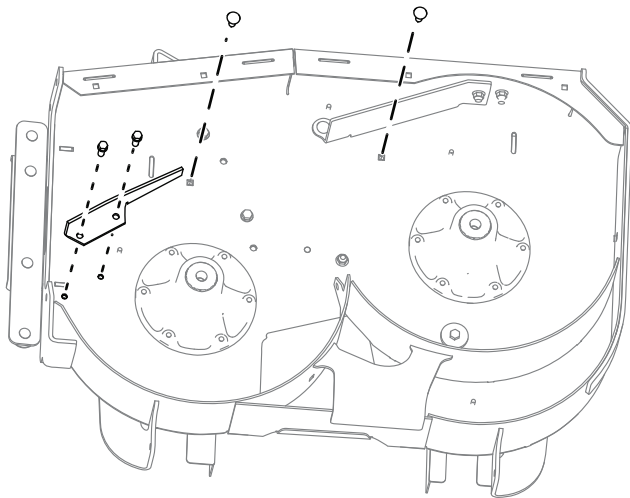

Figure 2
4. Retirez les 2 boulons et écrous qui fixent la protection directionnelle sur le plateau et déposez la protection (Figure 2).